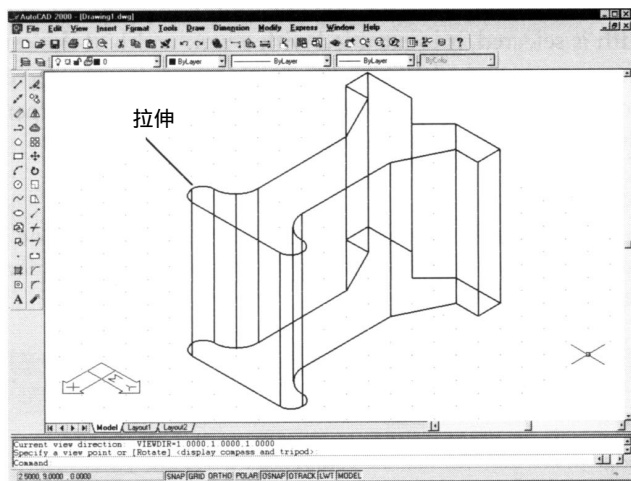

图35-4 在3D中拉伸对象
3) 使用VPoint 1,1,1命令在3D中观看对象(见图35-4)。完成后,使用Plan命令回到平面视图并选用Zoom All。